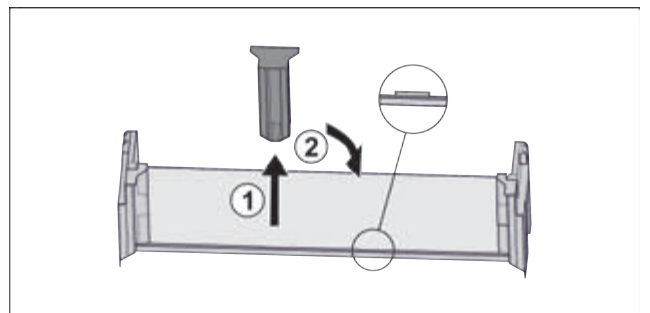

Fig. 39
- ▶ Витягнути середню деталь для підтримки Fig. 39 (1).
- ▶ Вставити середню деталь для підтримки на друге положення Fig. 39 (2).